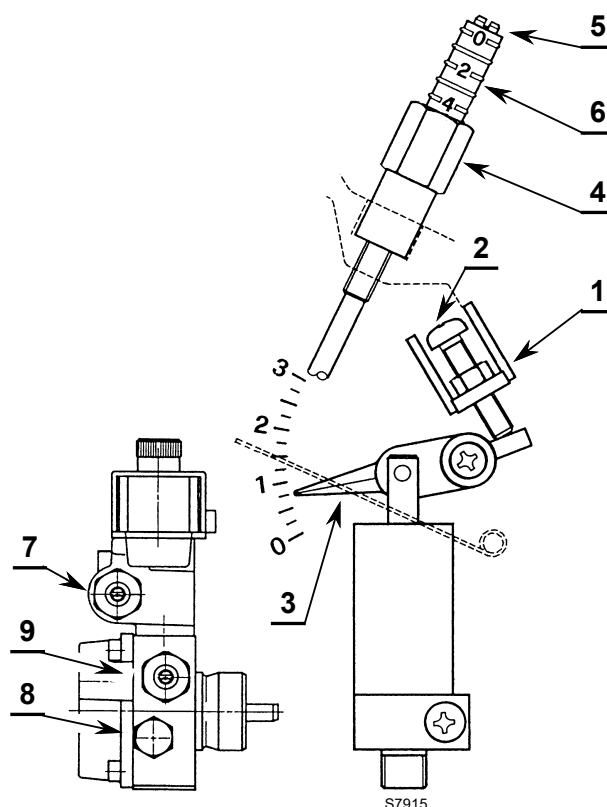

Fig. 13
- Aflojar la tuerca 1)(Fig. 13), accionar el tornillo 2)(Fig. 13) y llevar el índice 3)(Fig. 13) a la posición deseada.
- Después de finalizar la regulación, enroscar nuevamente la tuerca 1)(Fig. 13).
Si es preciso, volver a calibrar la presión accionando el tornillo 7)(Fig. 13).
El manómetro para controlar la presión se monta en lugar del tapón 8)(Fig. 13).
- Aflojar la tuerca 4)(Fig. 13), accionar el tornillo 5)(Fig. 13) y llevar el índice 6)(Fig. 13) a la posición deseada.
- Después de finalizar la regulación, enroscar nuevamente la tuerca 4)(Fig. 13).
Si es preciso, volver a calibrar la presión accionando el tornillo 9)(Fig. 13). El manómetro para controlar la presión se monta en lugar del tapón 8)(Fig. 13).